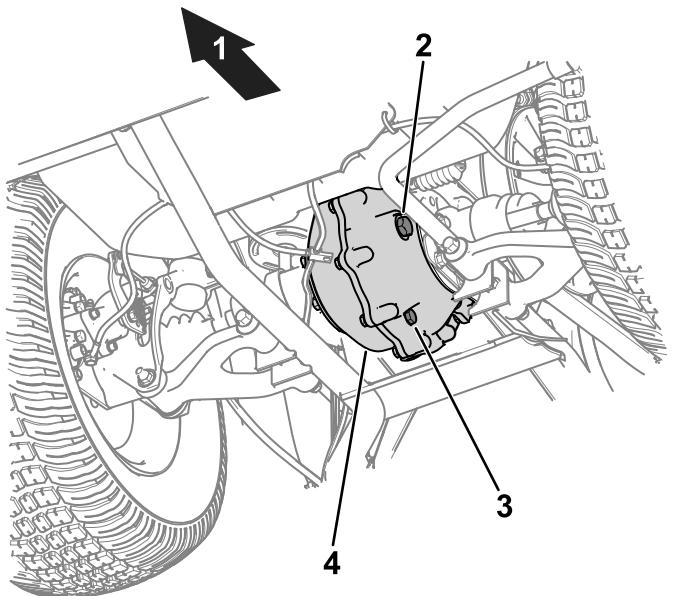

Figure 48
- Enlevez le bouchon de remplissage de la boîte-pont (Figure 48).
2. Si le niveau de liquide est trop bas, enlevez le bouchon de remplissage et ajoutez le liquide spécifié jusqu'à ce qu'il ressorte par l'orifice (Figure 48).
1. Placez un bac de vidange sous le bouchon de vidange (Figure 48).
2. Retirez le bouchon de remplissage (Figure 48).
3. Enlevez le bouchon de vidange pour permettre à tout le liquide de s'écouler (Figure 48).